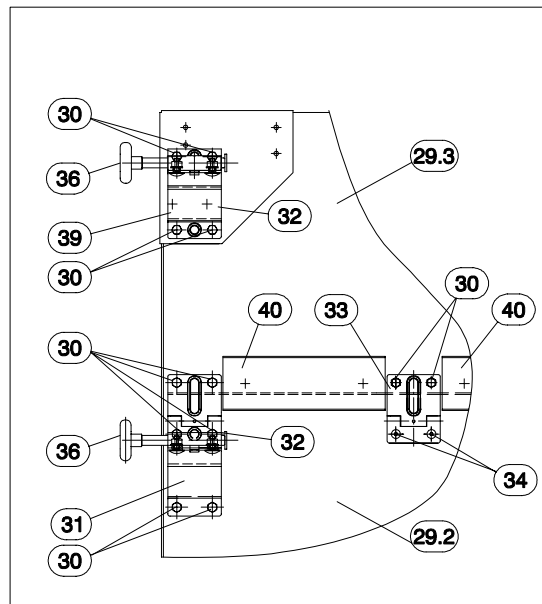

Abb. 14
- Bei der letzten Mittelsektion(29.2.) müssen andere Laufrollen (36) eingesetzt werden. Diese Laufrollen (36) sind vom Hersteller bereits mit dem Laufrollenhalter (32) vormontiert (s. Abb.14)
- Oberkante der Topsektion eine Linie zu ziehen, die als Anschlaglinie dient (s. Abb. 14 u. 15).
- Topsektion (29.3) und Mittelsektion (29.2) über Seitenscharniere (31) und Mittelscharniere (33) miteinander verbinden (s. Abb.14).
- Anschließend die beiden Toprollenböcke (39) durch das vorhandene Lochbild mittels Sechskantschrauben 6,3x16 (30) auf die Topsektion (29.3) befestigen (s. Abb.14)